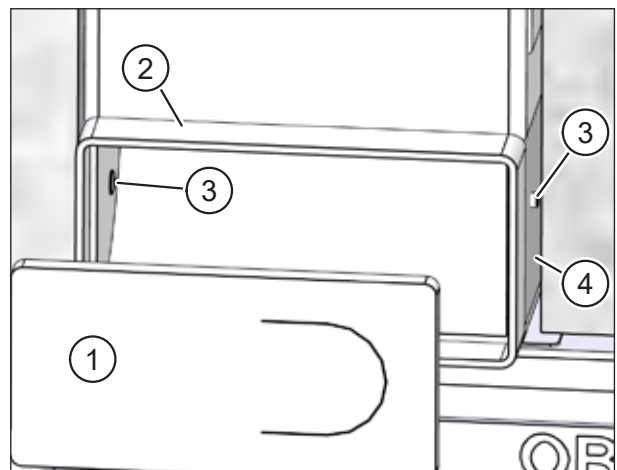

Abb. 23: 90°-Winkel an Fixierplatte nieten
- ▶ Entfernen Sie den Putzschutzdeckel für den Winkel (Pos. 1 in Abb. 23).
- ▶ Befestigen Sie mit der Blindnietzange den 90°-Winkel (Pos. 2 in Abb. 23) mit zwei Blindnieten (Pos. 3 in Abb. 23) an der Fixierplatte (Pos. 4 in Abb. 23).
- ▶ Setzen Sie den Putzschutzdeckel (Pos. 1 in Abb. 23) wieder in den Winkel (Pos. 2 in Abb. 23) ein.